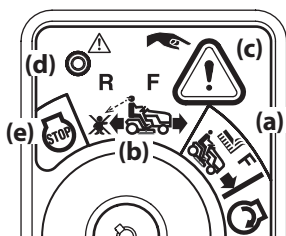

Figura 26
2. Gire la llave de encendido de la posición CORTE NORMAL (a) a la posición MODO PRECAUCIÓN MARCHA ATRÁS (b) del interruptor de encendido. Consulte la Figura 26.
3. Presione y sostenga el BOTÓN MODO PRECAUCIÓN MARCHA ATRÁS (c) que está en la esquina superior derecha del módulo de encendido durante 3 segundos. La luz indicadora roja (d) que está en el ángulo superior izquierdo del módulo de encendido se mantendrá ENCENDIDA mientras esté activada. Consulte la Figura 26.
4. Una vez activada (luz indicadora ENCENDIDA), se puede operar el tractor en marcha atrás con la PTO (enganche de cuchillas) en la posición acoplada (ON).
5. Siempre mire hacia abajo y hacia atrás antes y mientras se desplaza lentamente en marcha atrás, para asegurarse de que no haya niños en el área. Luego de retomar la marcha hacia adelante, vuelva la llave a la posición de CORTE NORMAL (a) para volver a la operación de corte normal. Consulte la Figura 26.
- La llave se coloque ya sea en la posición CORTE NORMAL (a) o la posición STOP (detención) (e). Consulte la Figura 26.